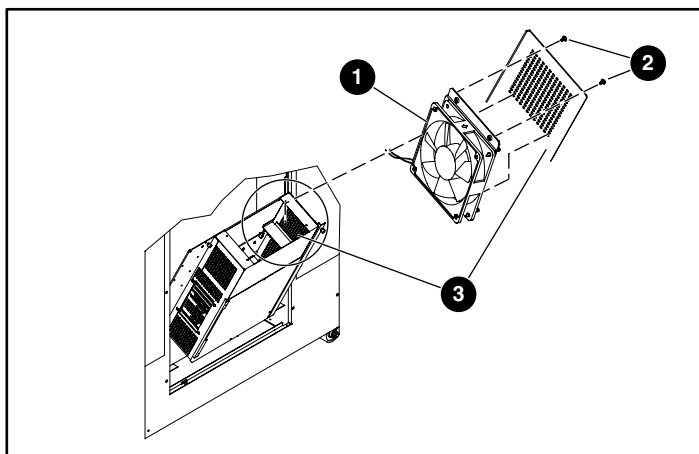

Figura 4: Montaggio del gruppo ventola
2. Spostare il cavo della ventola nel modo illustrato nella Figura 4.
3. Montare il gruppo ventola nella parte superiore destra della scatola elettrica utilizzando le due viti (vedere la Figura 4).